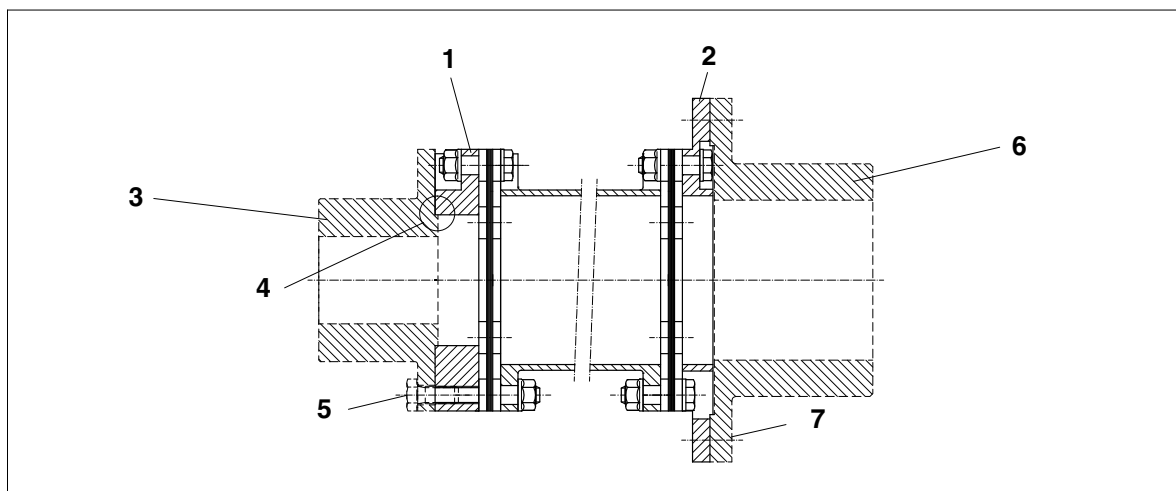
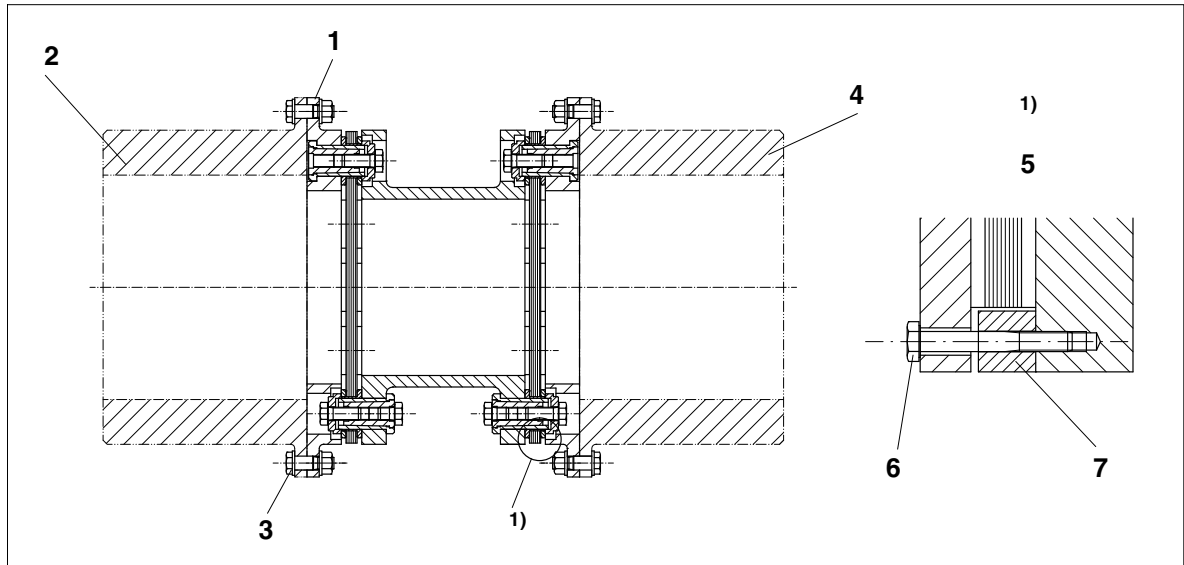

Рис. 18: Фланцевое резьбовое соединение "С" и "F" (пример ARS)
Рис. 19: Соединение фланца F (пример ARC)
- Соединение сплоченной поверхности (центрирующая цапфа, рис. 18) или посадочные резьбовые отверстия (рис. 19) и поверхности прилегания фланца "С", "D" или "F" необходимо проверить относительно дефектов и в случае необходимости устранить их.
С промежуточных узлов с предварительно установленными пакетами дисков, такие пакеты не демонтировать. Для транспортировки пакеты дисков фиксировались транспортировочными предохранителями (эти предохранители можно также использовать в качестве вспомогательного монтажного средства, смотри узел "X" – рис. 19).
У монтажных серий муфт с предварительно установленными пакетами дисков, перед вводом в эксплуатацию, необходимо обязательно проконтролировать и убедиться в том, чтобы были сняты **абсолютно все транспортировочные предохранители** (смотри узел "X" – Рис. 19).